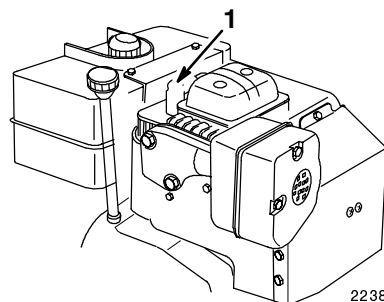

Figure 34
2. Débranchez la bougie (Fig. 34), puis retirez-la de la culasse.
6. Reconnectez le fil à la bougie (Fig. 34).